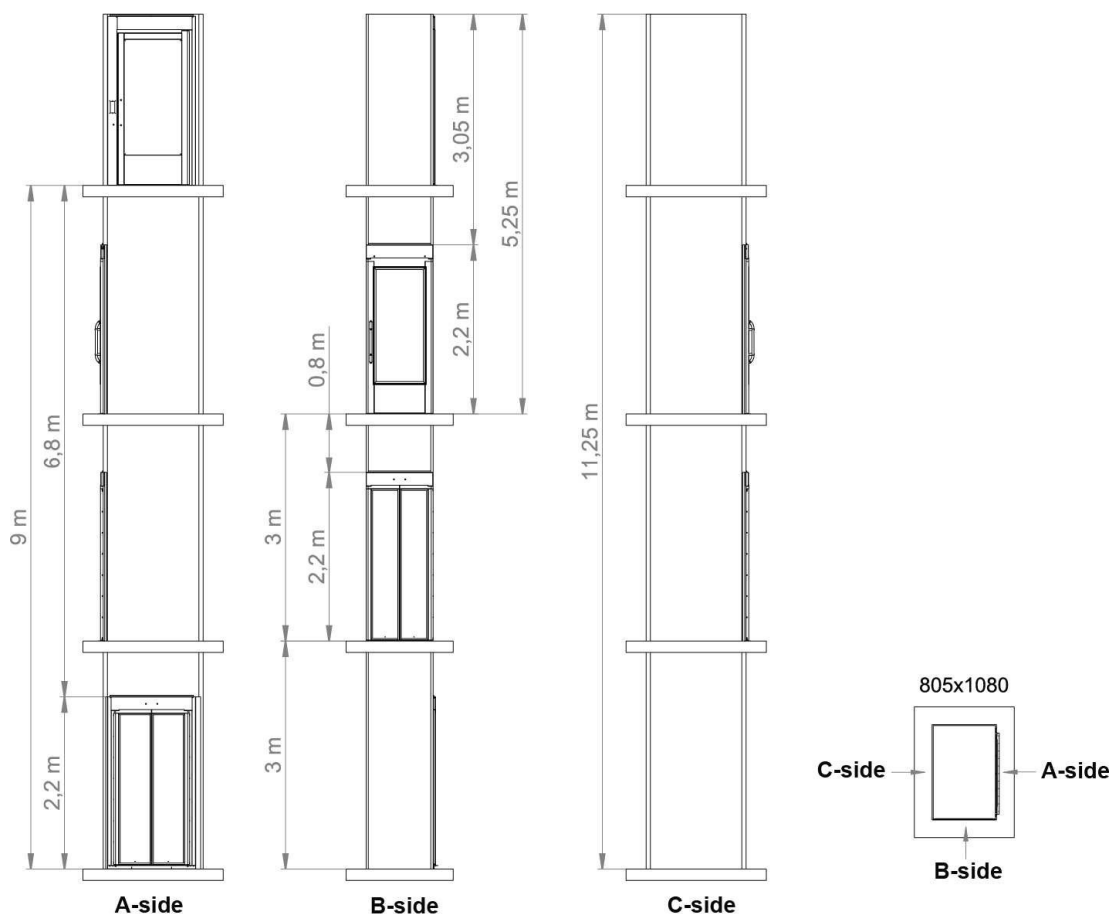

Bild 4 Tür und Schachtabschnittshöhe — Beispielkonfiguration
1. Das erste Stockwerk trägt das Gewicht auf allen Seiten (A, B, C in Bild 4 *Tür und Schachtabschnittshöhe — Beispielkonfiguration*).
So berechnen Sie die Lasten auf den Stockwerken für unsere Beispielkonfiguration in Abb. 4.